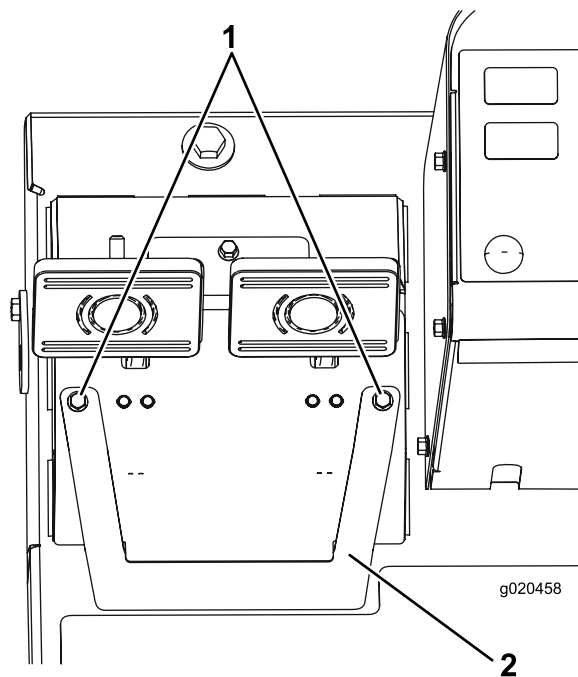

Figura 66
- A. Afloje los 2 tornillos de montaje, y retire la tapa de ajuste de los frenos (Figura 66).